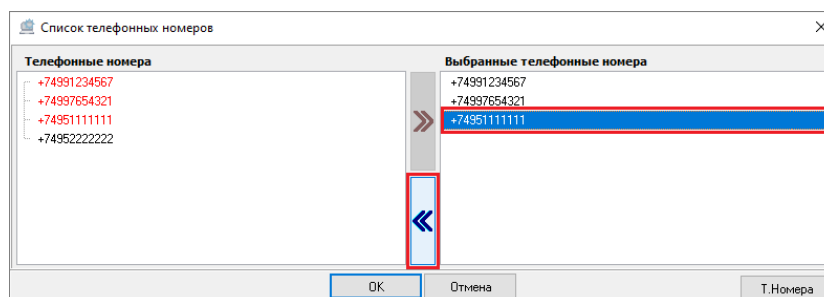

Рисунок 6-174 Отмена привязки телефонного номера к абоненту кнопкой переноса
- в окне «Список телефонных номеров» в поле «Выбранные телефонные номера» выделите один или несколько телефонных номеров (для выделения сразу нескольких номеров нажмите и удерживайте на клавиатуре клавишу <Shift> для выбора диапазона или клавишу <Ctrl> для комбинированного выбора) и нажмите кнопку переноса  (см. Рисунок 6-174);